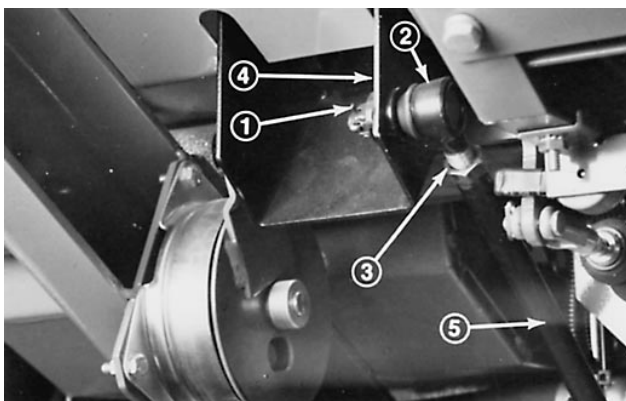

Figure 72
2. Enlever la goupille fendue et l'écrou fendu de la rotule de la pédale de déplacement (Fig. 72). Désaccoupler la rotule de la pédale de déplacement.